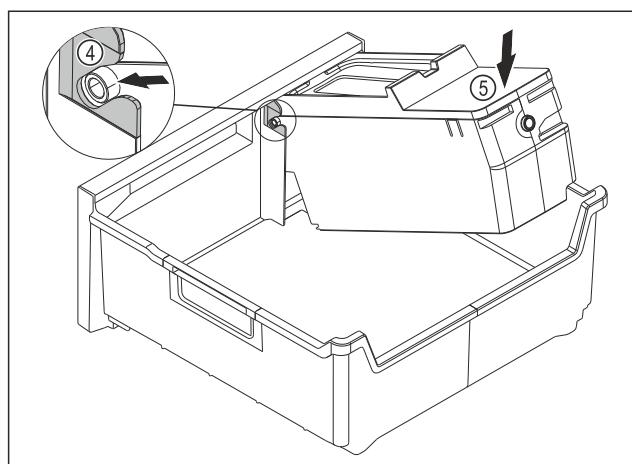

Fig. 93
- Монтаж на корпуса на EasyTwist-Ice: Вкарайте осите на корпуса на EasyTwist-Ice във водачите Fig. 93 (4).
- Натиснете надолу корпуса на EasyTwist-Ice Fig. 93 (5) отзад.